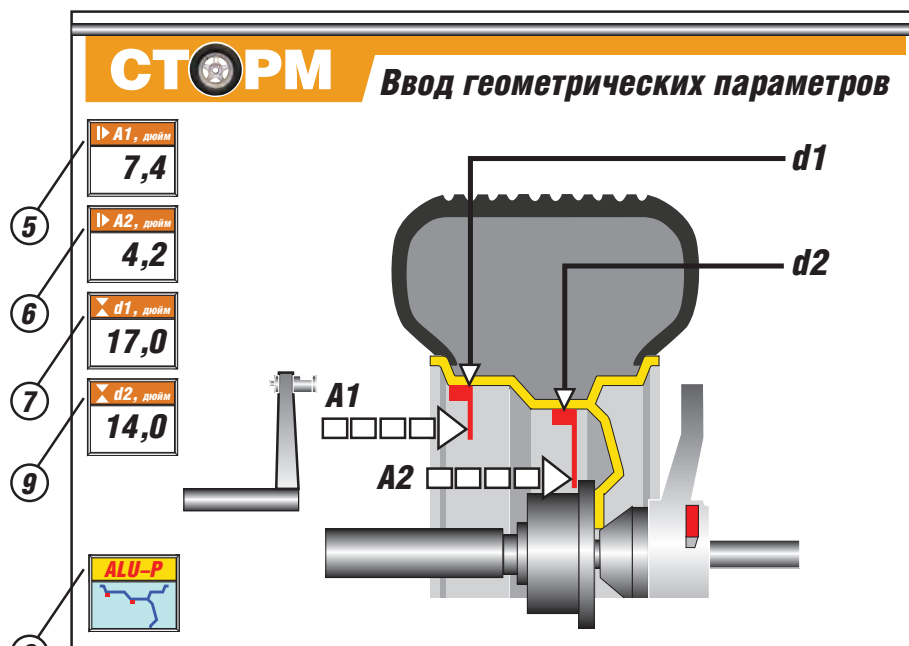

рис. 11.2
11.4.2 Программа ALU-P включается нажатием кнопки ALU после программы ALU-5, включение программы отображается в окне 8. При этом в окне 5 отображается величина A1, в окне 6 - A2, в окне 7 - d1, в окне 9 - d2 (рис. 11.2).